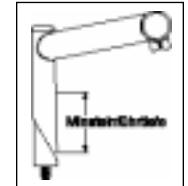

Abb. 1
4. Bei Gabelschaftrohren mit Gewinde müssen Sie den Vorbau bis zu einer minimalen Tiefe entsprechend den Vorschriften der CPDC- und JIS-Normen einschieben. Die Einschubtiefe des Vorbauvorbaus muß mindestens das 2,5-fache des Durchmessers des Vorbauvorbaus betragen, gemessen vom unteren Ende des Vorbauvorbaus, nicht des Keils (siehe Abb. 1)